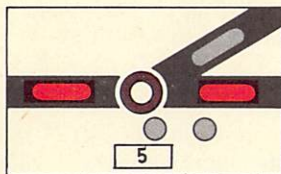

Bild 63
- (1) a) Leuchtet der Stellungsmelder einer Weiche oder der Gleismelder eines Gleises rot, ohne daß der Abschnitt besetzt ist, ist die Gleisfreimeldeanlage gestört.
- (2) Gestörte Gleisfreimeldeanlagen mit Achszählern können durch Bedienen der Achszählgrundstellungstaste und der Weichentaste bzw. der Gleistaste in Grundstellung gebracht werden. Diese Weichen- und Gleistasten haben eine braune Grundfarbe und sind mit einem weißen Punkt gekennzeichnet (vgl. Bild 63). Sind mehrere ferngestellte Weichen zu einem Frémeldeabschnitt zusammengefaßt, ist nur eine der braunen Weichentasten mit einem weißen Punkt gekennzeichnet, die dann zu benutzen ist.